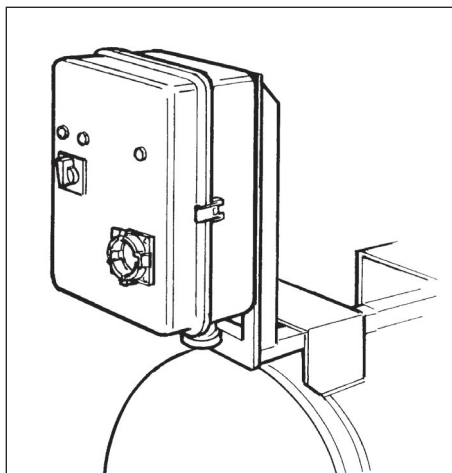

fig. 13
- volver a armar la térmica motor (*fig. 4-5*) *fig. 13*, cuadro eléctrico: e requiere la intervención de un técnico especializado;